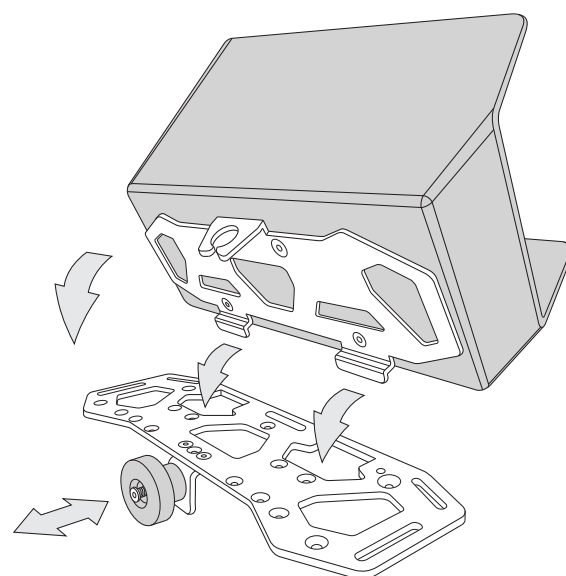

图 14. 将敞口箱固定至货架
4. 如图 14 所示, 使用快速释放底座将敞口储物箱固定至货架。